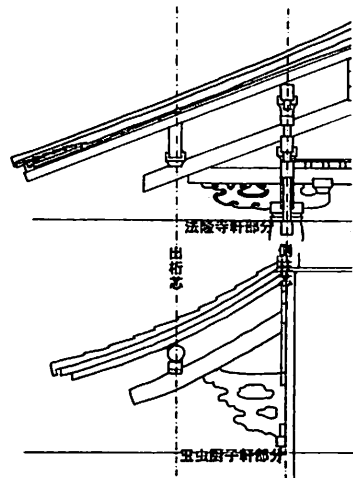

図1 法隆寺様建築軒の出比較図
2. 軒の出 軒先を少しでも側柱通りより外に出して深い軒を作ることは建物を雨や陽射しから守るのにとっても都合がよい。断面の大きい檼を用いてもおのずと軒の出には限界がある。出桁（丸桁）を支点に一本の檼で軒を作る方法を「一軒」、二本の檼で持ち出す場合を「二軒」と呼んで区別をする。法隆寺様建築では一軒としている。薬師寺三重塔以降では二軒とするのが主流である。法隆寺様建築の5棟では少しの出入りはあるがほぼ同じ形式である。5棟の内でも古い様式と思われ、基本形式と考えられる金堂初重と玉虫厨子の軒とを比較してみることにする。側柱芯から出桁芯までの距離を同じにして描いたのが図1である。